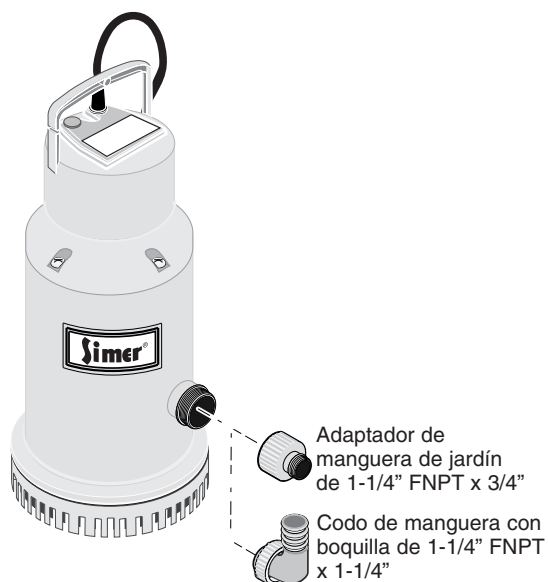

Figura 2: Conexiones del adaptador.
3. Seleccione un adaptador e instálelo según se indica en la Figura 2.